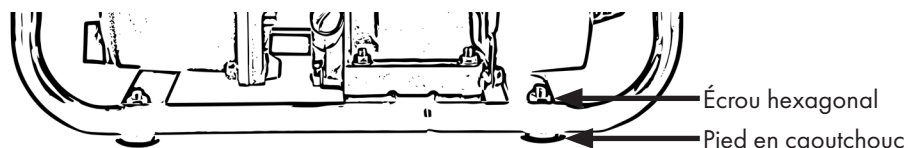

Figure 3
- Placez les pieds en caoutchouc en bas du cadre comme indiqué dans la figure 3 et fixez-les avec les écrous.